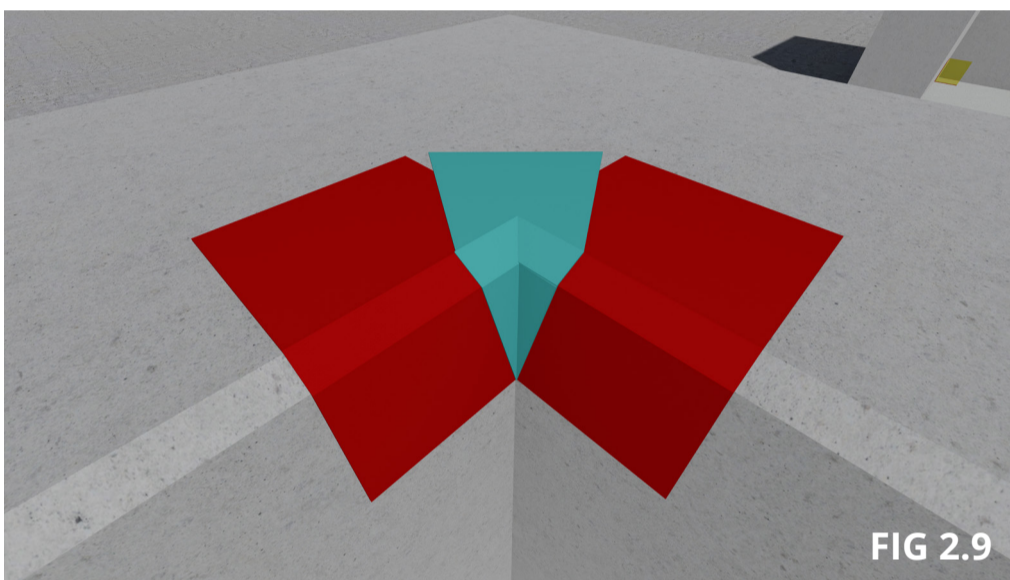

FIG 2.9
- Placera trekanten enligt fig 2.9